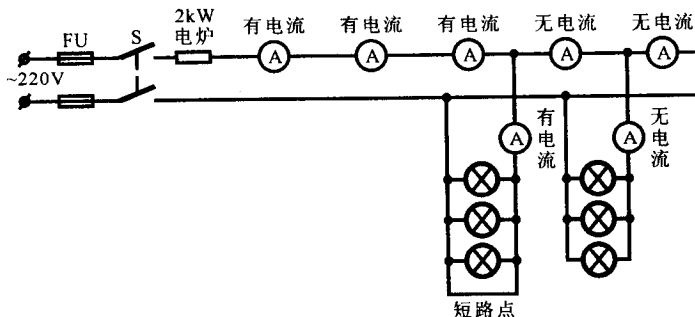

图 1-3 查找短路方法
(1) 把闸刀拉下，更换同型号的保险丝。若怀疑线路负载短路，一时又不知短路点，可在单相闸刀下桩头火线处接 1 只 2kW 的电炉，或三相闸刀在去掉负载后接 3 只 2kW 的电炉，连接方法如图 1-3 所示。然后用小钳形电流表分别去测线路电流，若测得其主线路电流很大时，则证明短路点在此后边，直到找出短路点。修复后再去掉电炉，使线路恢复正常。
(2) 打开闸刀开关，观察熔断情况。若是熔丝发热慢慢熔化时，则说明线路负载较大；若计算线路导线能够承载此线路负